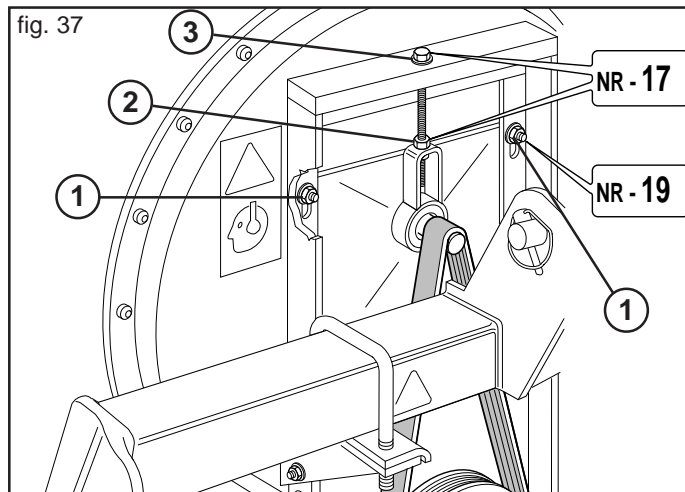

fig. 37
- Die Schrauben (1, Abb. 37) aufschrauben;
- Die Mutter (2, Abb. 37) aufschrauben;
- Den Riemen durch Anzug der Schraube (3, Abb. 37) spannen;